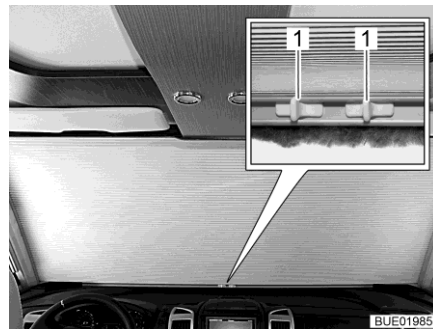

Bild 11 Manuell mörkläggningsgardinen för vindrutan
- Tryck ihop handtagen (Bild 11,1).